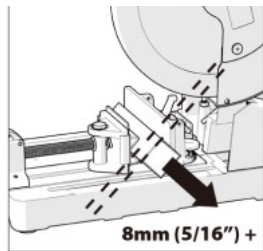

Fig. 12
- OBS: Den kortaste längden på arbetsstycket måste vara 8 mm eller längre för att undvika att sågklingan faller ut sågskåran och orsakar potentiell fara.(Fig.12).